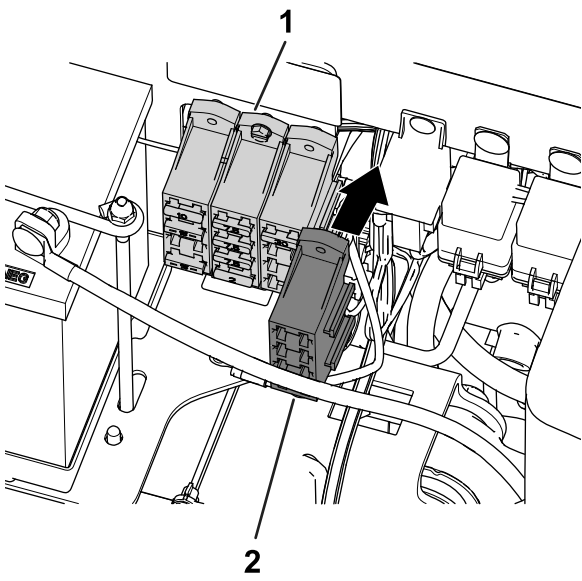

Figuur 6
1. Leid de kabelboom onder de stoel (Figuur 6).